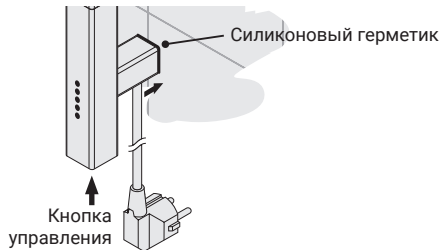

Рис.5
4.1.6. Для повышения степени защиты произвести герметизацию шва силиконовым герметиком по контуру примыкания модуля скрытого подключения и стены (рис. 5).
5.2. Выбор различных режимов работы устройства (включение) происходит при последовательном нажатии на кнопку управления (см. рис. 5, 13), находящуюся на торце изделия: